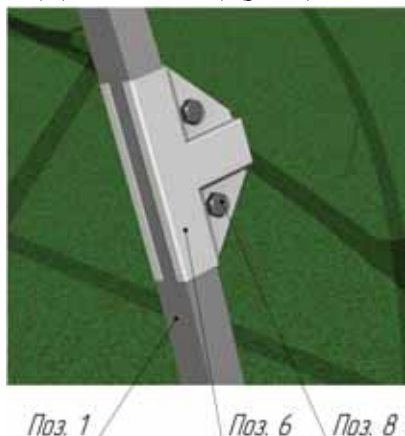

Рис. 7. Монтаж крепления-спайдер «Т-образного»
5. Закрепить на торец с форточкой и дверью (Поз.1) крепление-спайдер «Т-образный» (Поз.6) (не затягивать) (рис.7).